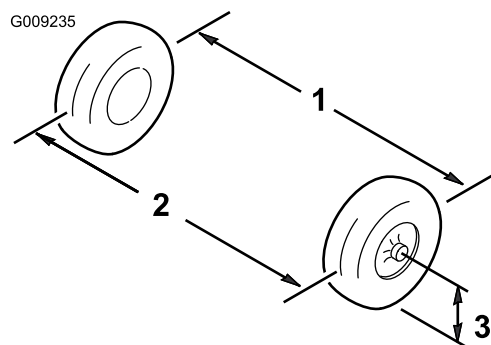

Рисунок 47
1. Измерьте расстояние между обеими передними шинами на уровне моста, с передней и задней стороны передних шин (Рисунок 47).